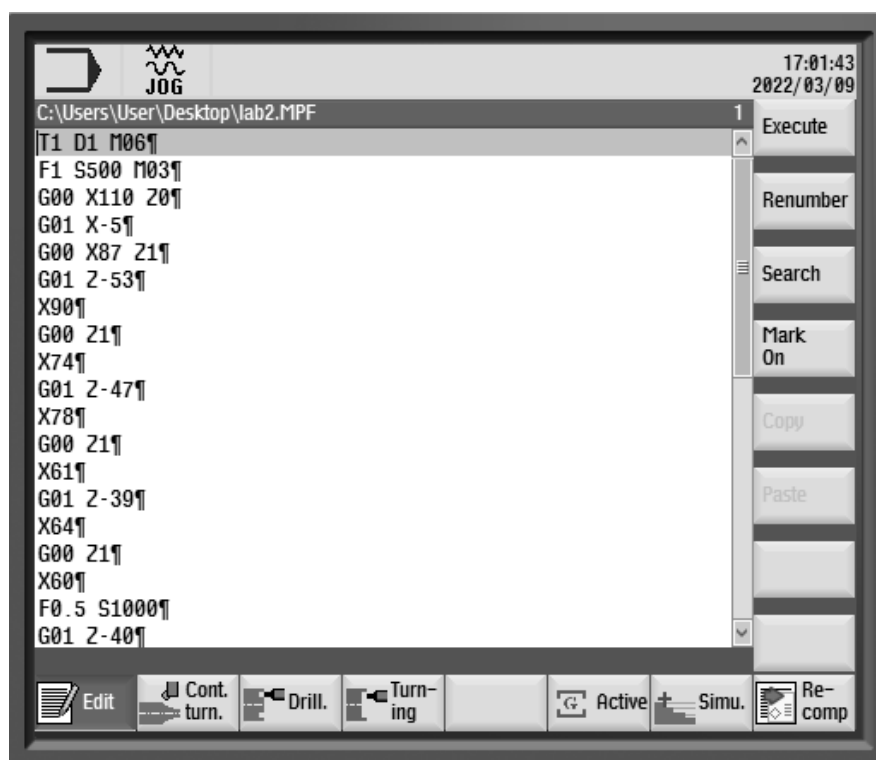

Рисунок 2.6 – Ввод управляющей программы
4.4 По завершении ввода программы загрузить управляющую программу на исполнение, нажав клавишу «Execute» (рисунок 2.6).